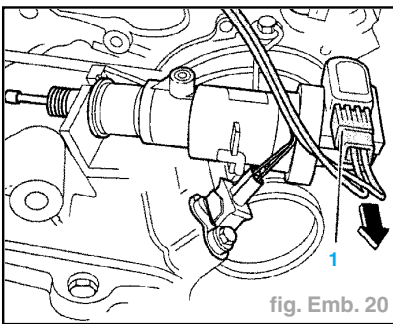

fig. Emb. 20
- Déverrouiller la fiche (1) pour le transmetteur de la course d'embrayage (G162) et débrancher (flèche) (fig. Emb. 20).